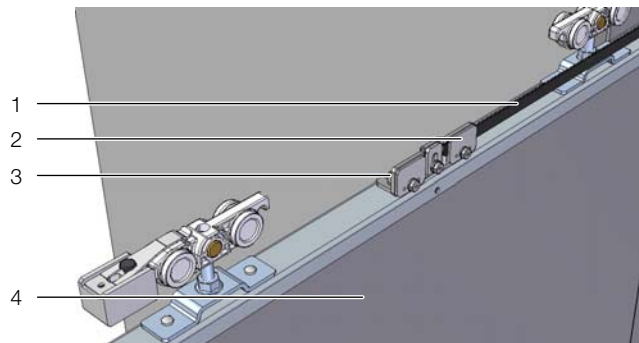

Рис. 34: Крепление зубчатого ремня на правой двери
- Ослабить крепежные винты соединительной пластины зубчатого ремня на правой двери и закрепить на ней один конец зубчатого ремня (рис. 34). При этом обратить внимание на то, чтобы были зажаты как минимум шесть зубьев зубчатого ремня.